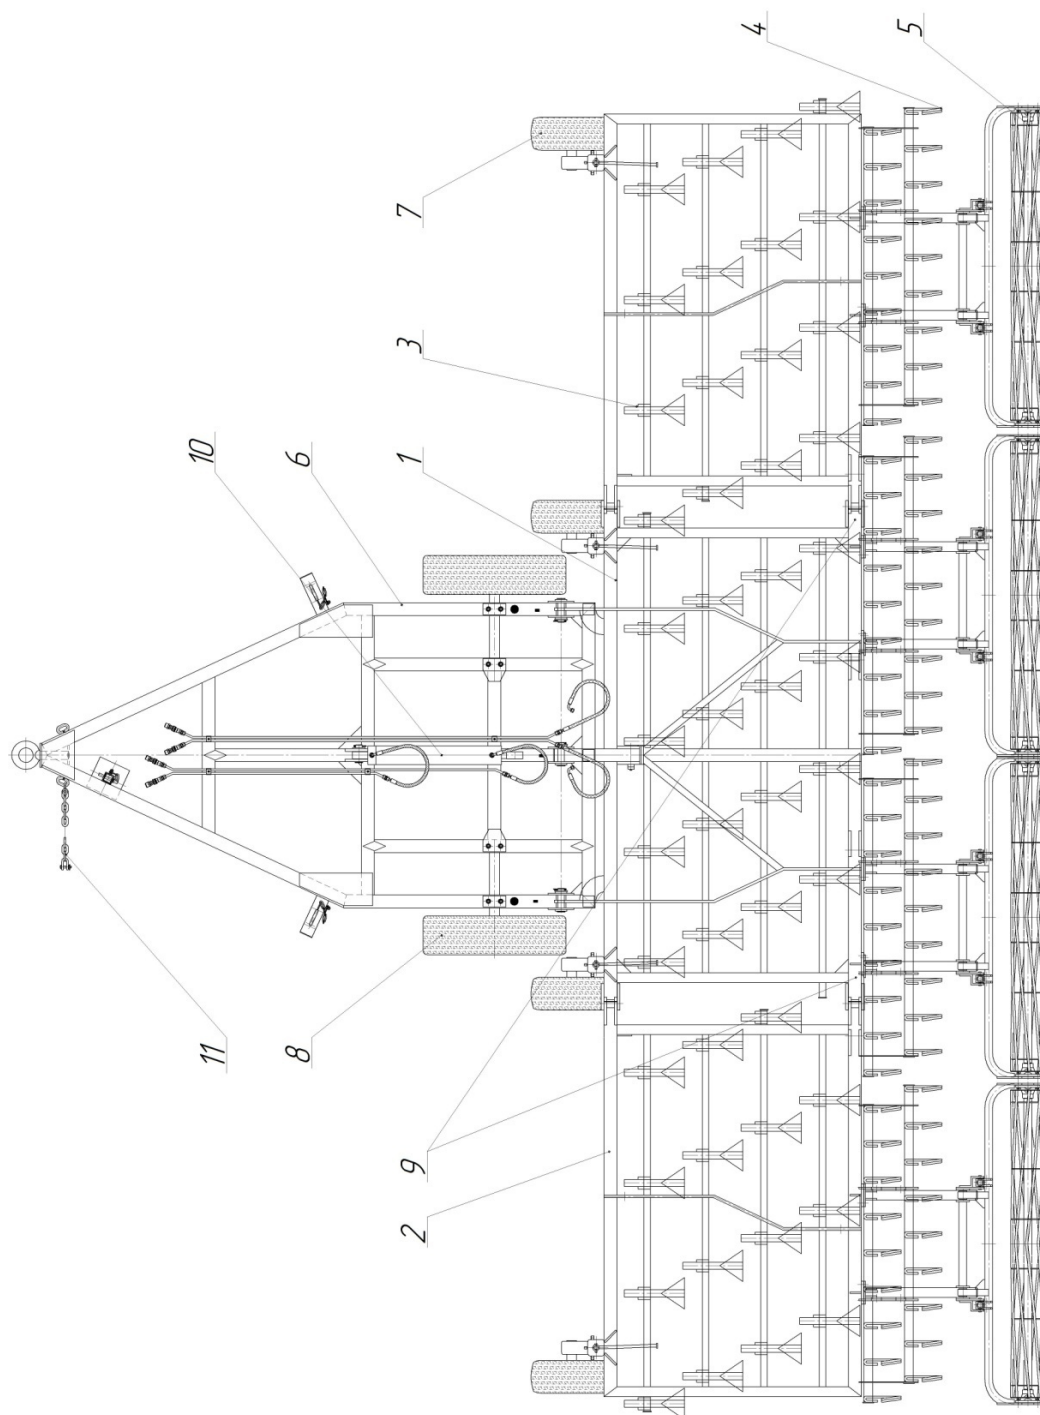

Рис.2 Схема культиватора КБМ-8.
- 7.6 Предварительная регулировка планочно-зубового выравнивателя и бороны роторной должна быть выполнена согласно рис.2 Приложения.
Рис. 2а. Культиватор исполнения (гребенка и каток).
Рис. 2б. Культиватор исполнения (штригеля и каток).